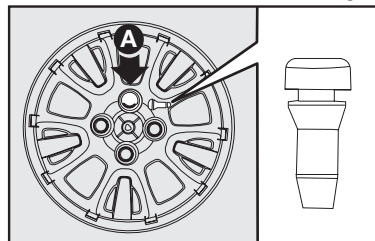

fig. 7
8) Coloque a presión la taza de la rueda en la llanta, haciendo coincidir el símbolo , grabado en el interior de la taza, con la válvula de inflado; de esta forma, el orificio más grande de la taza A-fig. 7 pasará a través del tornillo colocado anteriormente.